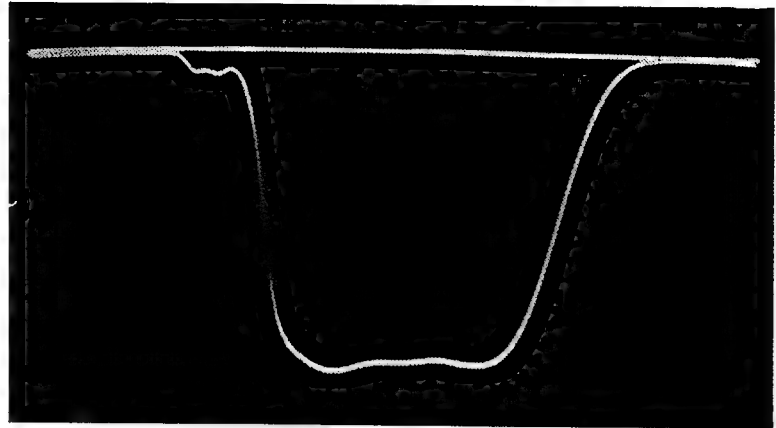

Bild 8 ZF-Durchlaßkurve eines korrekt abgeglichenen Empfängers
- e) Markengeber zunächst in Stellung „aus“ bringen. Wobler bei vollem Hub und größter Ausgangsspannung im in Frage kommenden ZF-Bereich einschalten und durchstimmen, bis ZF-Kurve auf dem Schirm erscheint. Verstärkung des Oszillographen und Hub des Wobblers stellt man dann so ein, daß die Kurve den Bildschirm gut ausfüllt und der Kurvenverlauf in allen Einzelheiten deutlich wird. Bild 8 zeigt die Photographie einer Durchlaßkurve auf dem Schirm eines Oszillographen bei gut abgeglichenem Empfänger.